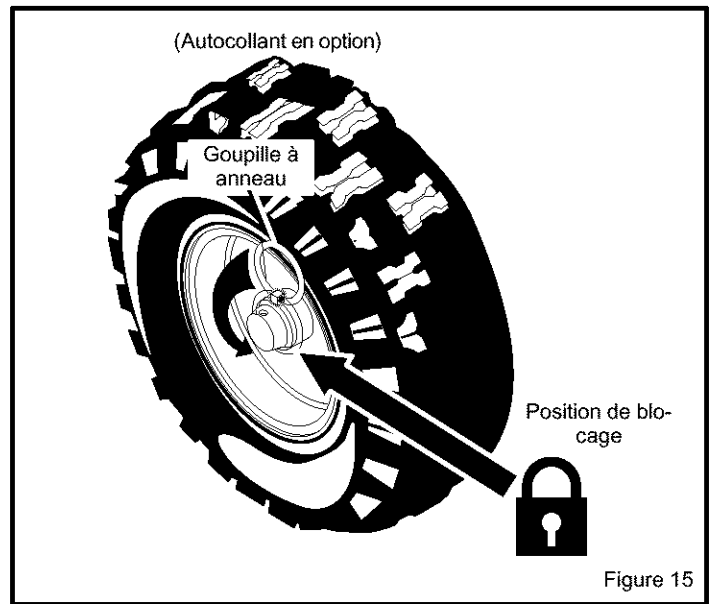

Figure 15
1. La roue gauche est fixée à l'essieu par une goupille à anneau. Ce chasse-neige a été expédié avec la goupille en position de blocage (Figure 15).